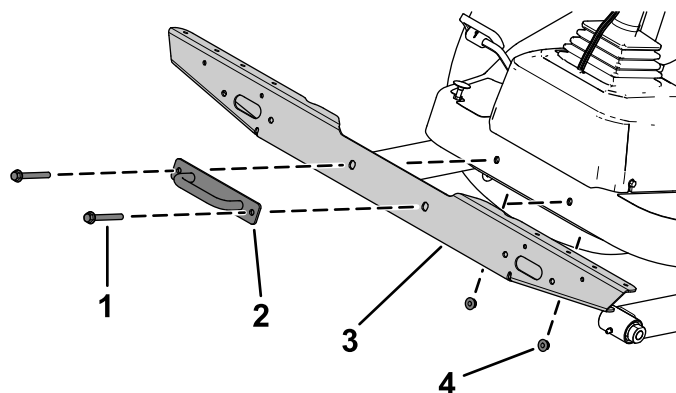

Figure 12
- 2. Fixez le support transversal de feux sur la plate-forme à l'aide des boulons, des écrous et du support d'attache (Figure 12).